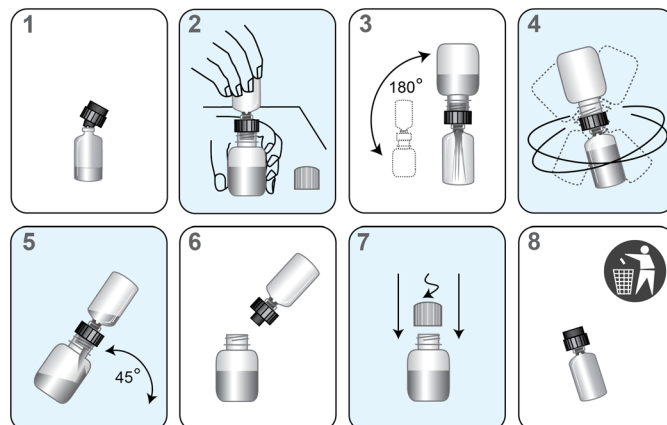

Figura 2. Proceso de reconstitución
- b. Abra el vial del reactivo liofilizado e inserte firmemente el extremo ranurado del collar de reconstitución en la abertura del vial (Figura 2, paso 1).
- solución sobre la mesa del laboratorio, inserte firmemente el otro extremo del collar de reconstitución en la abertura del frasco (Figura 2, paso 2).
- Invierta lentamente los frascos acoplados. Deje que la solución escurra del frasco al interior del vial de vidrio (Figura 2, paso 3). Espere a que el reactivo liofilizado pase a la solución y luego agite por rotación suave la solución en el vial de vidrio para mezclarla. Evite que se forme espuma al agitar el frasco (Figura 2, paso 4).
- Invierta los frascos e inclínelos en un ángulo de 45° para reducir a un mínimo la formación de espuma (Figura 2, paso 5). Deje que escurra todo el líquido de nuevo en el frasco de plástico.
- Retire el collar de reconstitución y el vial de vidrio (Figura 2, paso 6).
- Vuelva a tapar el frasco de plástico (Figura 2, paso 7). Escriba las iniciales del usuario y la fecha de reconstitución en todos los viales de reactivos de reconstitución. Asegúrese de registrar el analito (PCA3 o PSA) en los viales de los reactivos de sonda.
- Deseche el collar de reconstitución y el vial de vidrio (Figura 2, paso 8).